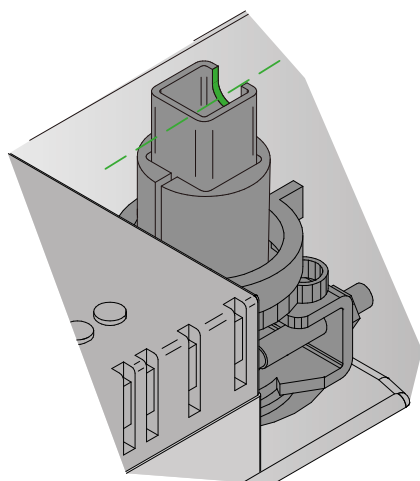

Figure 14. L'encoche dans l'axe du registre indique la position de celui-ci.
- Remarque ! Pour le positionnement de la palepale du registre et de l'attache, se reporter aux figures 14 et 15.